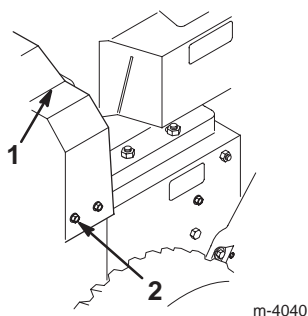

Figure 30
3. Retirez les 3 boulons de fixation du couvercle de courroie et mettez ce dernier de côté (Fig. 30).